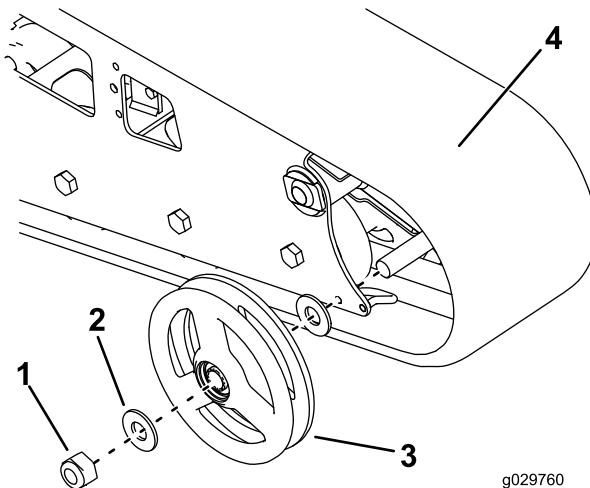

Figura 57
2. Retire la tuerca que fija la rueda delantera exterior y retire la rueda (Figura 57).
3. Retire la oruga (Figura 57).
4. Retire las 2 arandelas grandes de las ruedas exteriores, 1 de cada lado de cada rueda (Figura 57).
7. Instale la oruga nueva (Figura 57).
8. Instale la rueda delantera exterior y fíjela con la tuerca que retiró anteriormente (Figura 57).